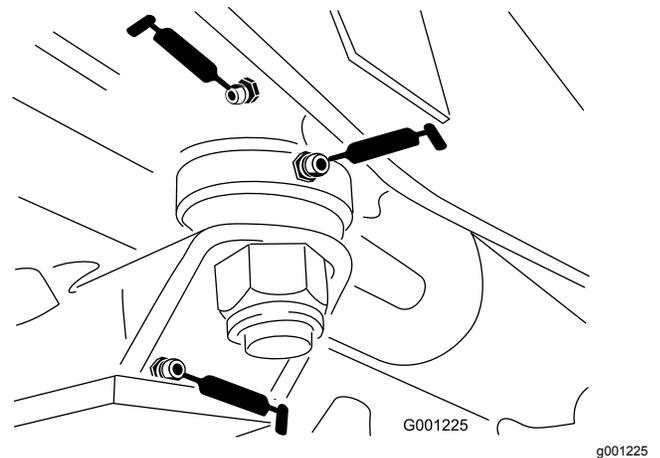

Figura 42
- Casquilhos da placa de direção (Figura 42)
- Casquilho do pino do eixo (Figura 42)